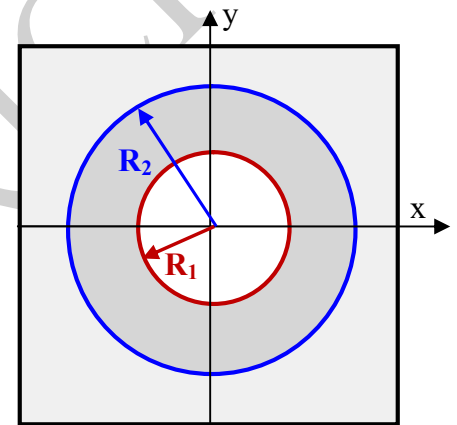

Figure 4: Cuve avec deux conducteurs cylindriques
- ✓ Placer les deux conducteurs cylindriques dans la cuve, en veillant à ce qu'ils soient concentriques (leurs centres étant confondus) (voir figure 4). Brancher le conducteur de rayon R_1 au potentiel 0 V et celui de rayon R_2 à +12 V.